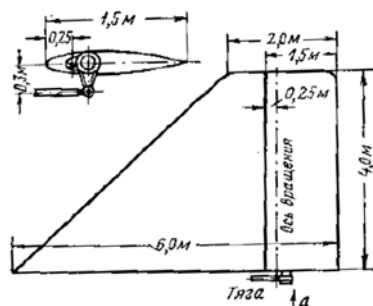
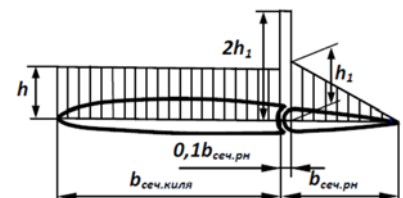

Рис. 2
Рис. 3
1. Под крылом самолёта (рис 1) подвешены 4 двигателя с максимальной тягой $P_{дв.макс} = 50$ кН каждый. Определить расчётную уравнивающую нагрузку на вертикальное оперение в случае остановки двух двигателей с одной стороны, приняв коэффициент безопасности $f = 2$. Распределить эту нагрузку по размаху и площади руля направления (рис. 2) и найти разрушающее усилие в тяге управления. Считать, что воздушная нагрузка распределяется между килем и рулём направления пропорционально их площадям. Распределение воздушной нагрузки по хорде вертикального оперения в рассматриваемом случае представлено на рис. 3.